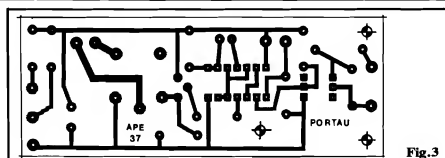

Fig. 3
- FIG. 3 - LAY OUT DO CIRCUITO IMPRESSO - Em tamanho natural (escala 1:1), o padrão cobreado da placa é visto na figura, em todos os detalhes de ilhas e pistas... Basta ao Leitor/Hobbysta reproduzir cuidadosamente o lay out e providenciar a confecção da sua placa, observando, contudo, todos os preceitos e cuidados exaustivamente mencionados em APE... O desenho não é complexo, nem muito "apertado", facilitando as "coisas" mesmo para os que ainda não têm muita prática no "ramo"... Os pontos que merecem mais cuidado referem-se aos conjuntos de ilhas para os pi-